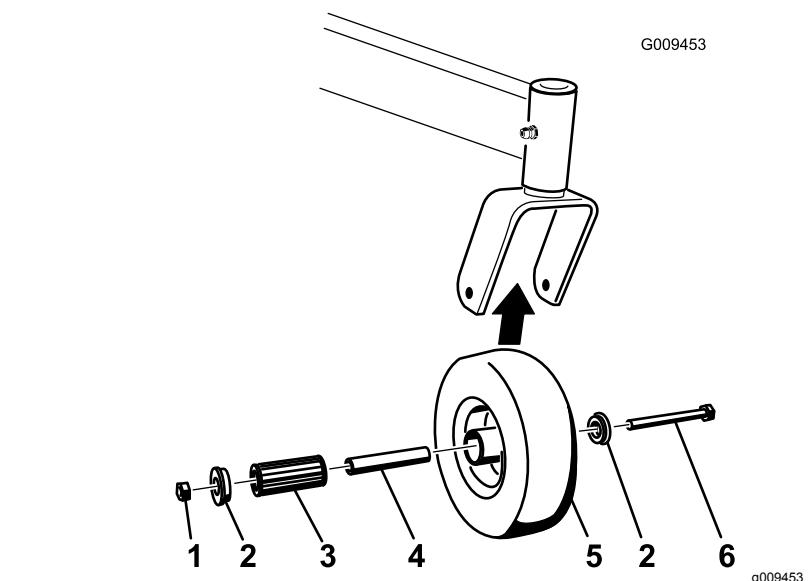

Figura 54
2. Retire 1 casquilho, em seguida, puxe o casquilho da vara de ligação e o rolamento de rolo para fora do cubo da roda (Figura 54).
3. Retire o outro casquilho do cubo da roda e limpe qualquer massa lubrificante e sujidade do cubo da roda (Figura 54).
Nota: Substitua todas as peças danificadas ou desgastadas (Figura 54).
5. Coloque 1 casquilho no interior do cubo da roda (Figura 54).
6. Lubrifique o casquilho do rolamento e o casquilho da vara de ligação e faça-os deslizar para o interior do cubo da roda (Figura 54).
7. Coloque o segundo casquilho no interior do cubo da roda (Figura 54).
8. Monte a roda giratória na forquilha da roda giratória e fixe-a com o parafuso da roda e a porca de freio (Figura 54).
9. Aperte a porca de freio até que o casquilho da vara de ligação encoste ao interior da forquilha da roda (Figura 54).
1. Retire a porca de bloqueio e o parafuso da roda que fixam a roda ao respetivo suporte (Figura 54).